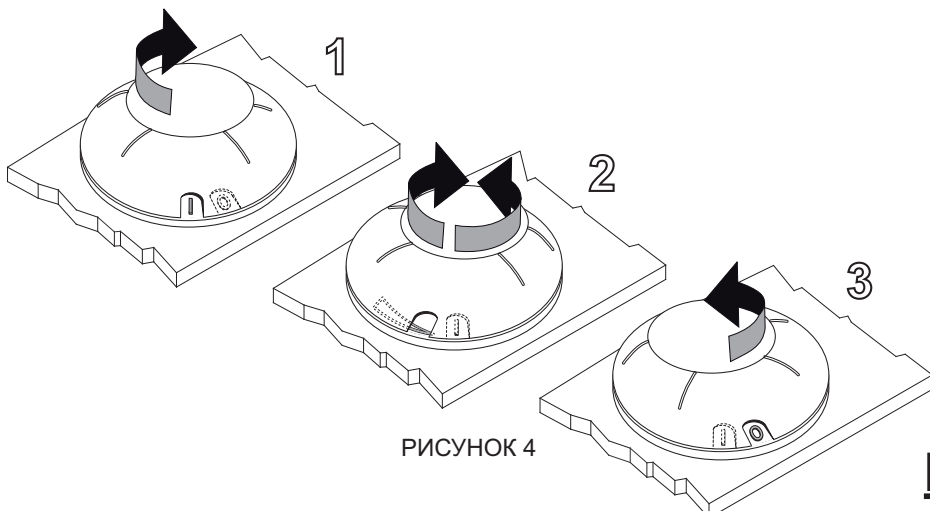

РИСУНОК 4
- При помощи поворота кольца от «O» до «T» (цифра 1, рисунок 4) гидромассажная система начнет работать.
- Отрегулируйте поток воздуха при помощи поворота кольца по часовой стрелке или против часовой стрелки (цифра 2, рисунок 4) на символ «».
- Чтобы остановить работу системы гидромассажа поверните кольцо на символ «O» (цифра 3, рисунок 4)